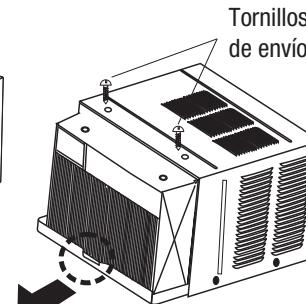

FIG. 5
7. Quite los tornillos de envío de la parte superior de la unidad. (Ver Fig. 5.)